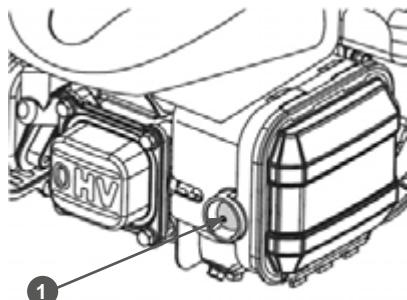

Рис. 14. Расположение ручного топливного насоса
- Для запуска холодного двигателя нажмите три раза на ручной топливный насос 1 (Рис. 14). При запуске прогретого двигателя ручной топливный насос нажимать не нужно.